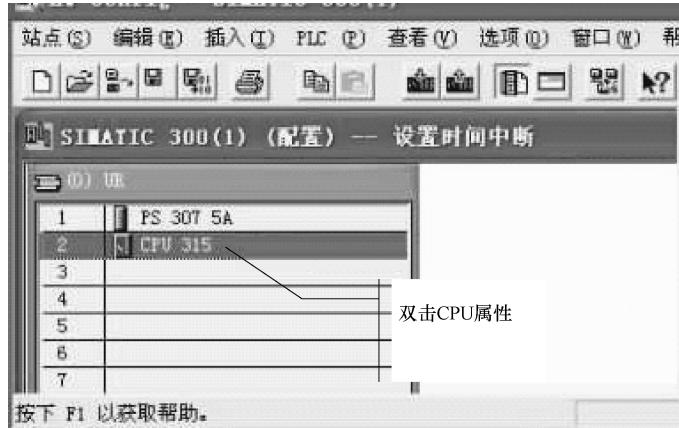

图 5-5 硬件组态画面
3) 将自动弹出硬件组态画面, 如图 5-5 所示, 把电源和 CPU 等放到机架相应的位置上。在硬件组态画面, 双击机架上的 CPU, 如图 5-5 所示, 将弹出 CPU 属性画面。